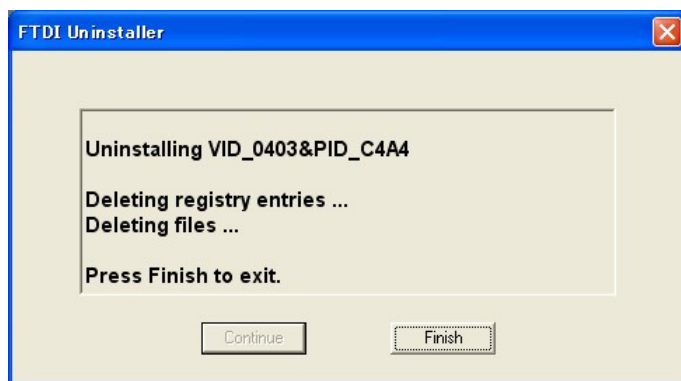

図14
3. 図14のようなウィンドウが表示されたらドライバのアンインストールは完了です。**[Finish]**をクリックしてウィンドウを閉じます。